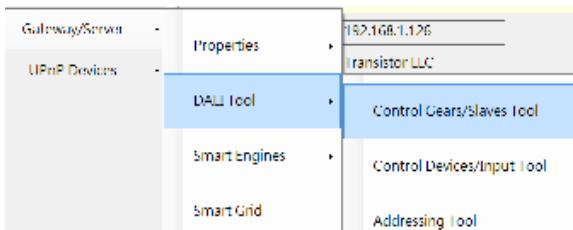
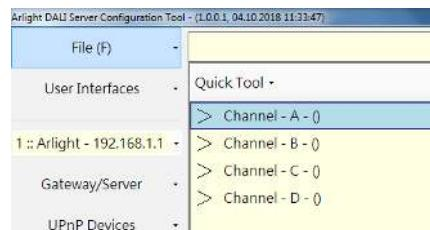

Рисунок 6.
Рисунок 7.
6. Для того, чтобы просканировать шины DALI и обнаружить подключенные исполнительные устройства нажмите Gateway/Server -> DALI Tool -> Control Gears/Slaves Tool (Рисунок 6). В окне появится список шин DALI Channel A ... Channel D. (Рисунок 7)